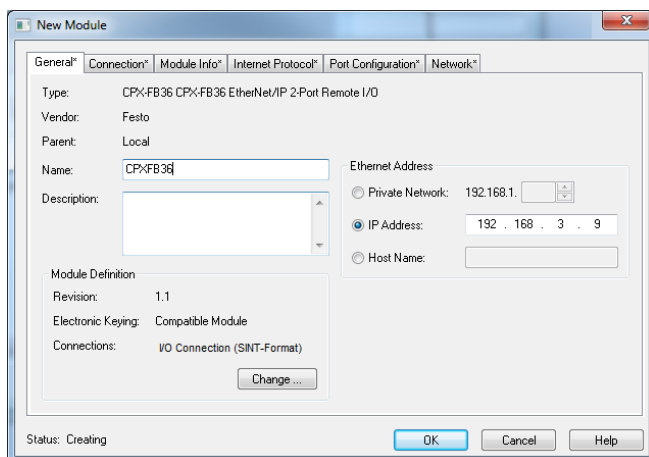

Fig. 11 Конфигурирование слейва
- ↳ При этом откроется диалоговое окно “New Module” для конфигурирования нового слейва → Fig.11.